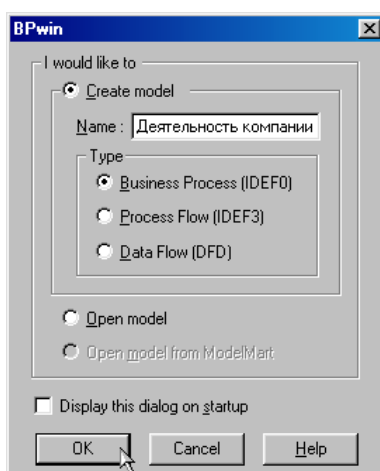

Рисунок 2 – Присвоение модели имени и выбор типа модели
4.2. Щелкните по кнопке , появится диалоговое окно **I would like to** (рисунок 2). Внесите в текстовое поле **Name** имя модели "Деятельность компании" и выберите **Type** – **Business Process (IDEF0)**. Нажмите кнопку **OK**.